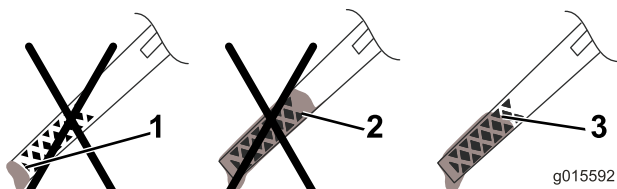

Figura 28
13. Retire la varilla y compruebe el nivel de aceite en la varilla (Figura 28).